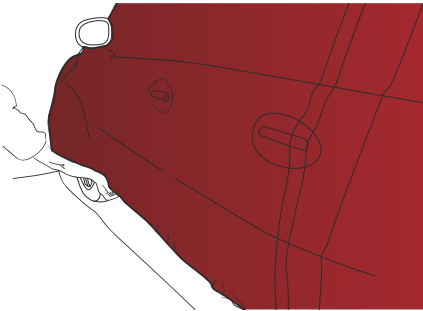

Figure 22
- ▶ Une fois le passage des poignées fait, tendre le film jusqu'au bas de caisse. (FIG. 22)